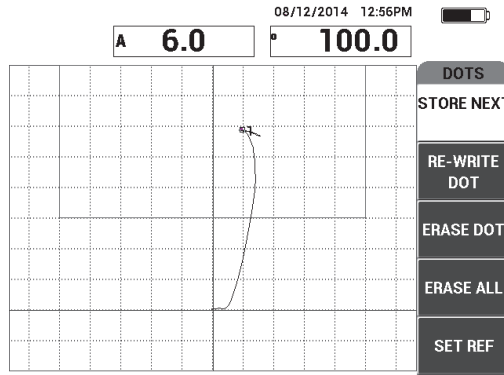

Figura 6-48 Primeiro ponto registrado
6. Pressione **STORE NEXT** (tecla A) para registrar o primeiro ponto (veja Figura 6-48 na página 165).